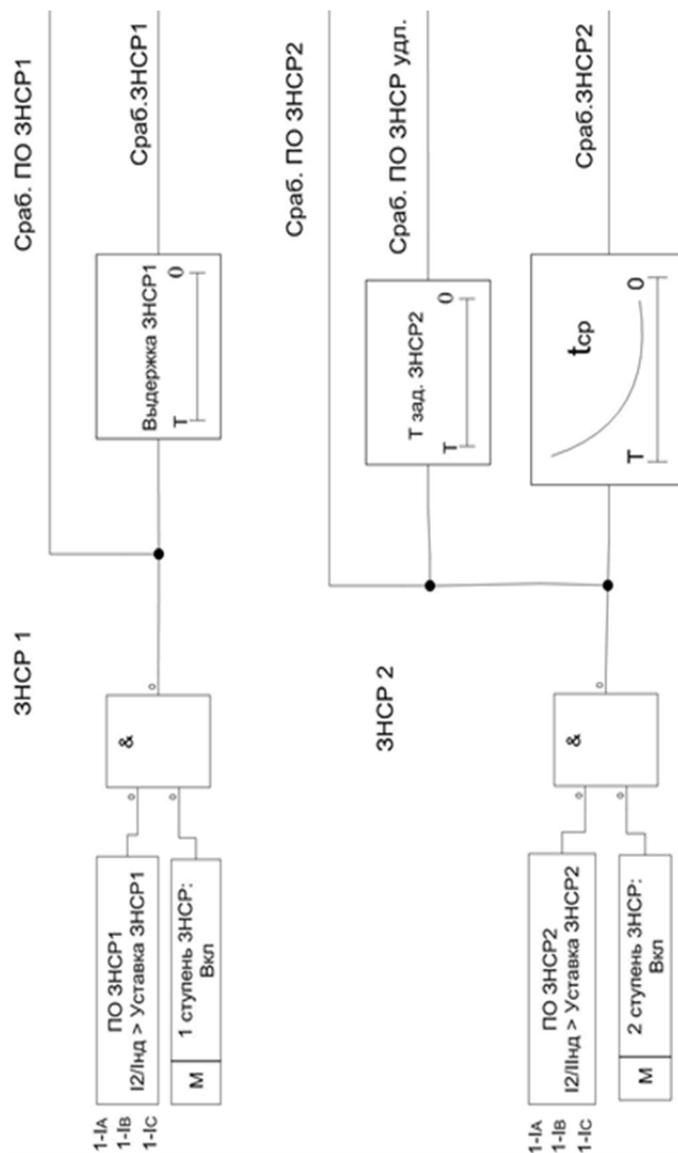

Рис. 3.6 Защита от несимметричных режимов
3.3.10. Функциональная схема ЗНСР показана на рис. 3.6. На функциональной схеме присутствуют следующие обозначения: